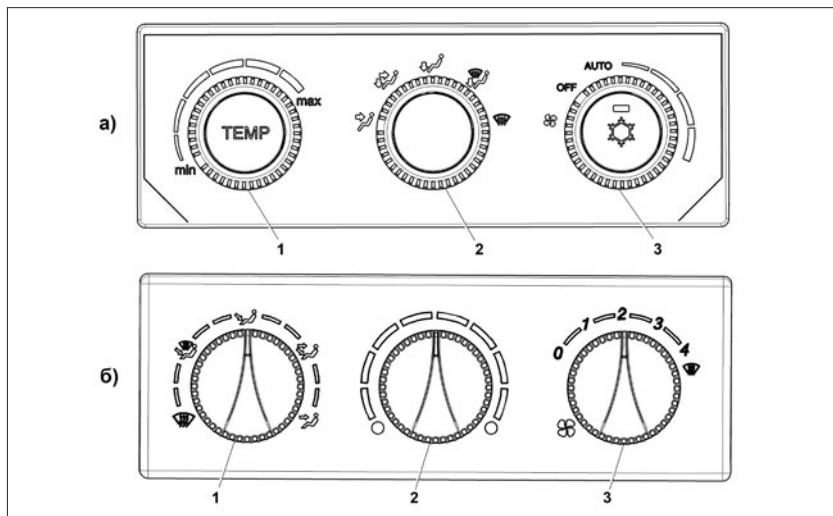

Рис. 69. Переключатели:
- 6 – поворотные переключатели системы автоматического управления климатической установкой (**в варианте исполнения** – системы автоматического управления отопителем), см. рис. 69;
8 – контроллер системы автоматического управления климатической установкой (рис. 69):
9 – контроллер системы автоматического управления отоплением (**в вариантном исполнении**), рис. 69б:
Управление распределением воздуха в салоне (рис. 69) имеет следующие обозначения:
- переключатель «1» (рис. 69б) установить в положение  для удаления запотевания или обмерзания;
- переключатель «1» (рис. 69б) установить в положение ;
Для размораживания стекол в холодное время года необходимо переключателем «2» (рис. 69б) установить максимальную температуру подаваемого воздуха и включить переключатель «3» в одно из минимальных положений, например, режим «1». По мере прогрева двигателя установите переключатель «3» в положения «2» или «3».